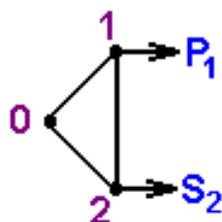

Рисунок 40
**Вариант 18.** Для схемы однородной кольцевой электрической сети  $U_H = 110 \text{ кВ}$  (рис.40) определить, при каких значениях мощности нагрузки  $S_1$  мощность на участке 0-2 составит  $S_{02} = 35 + j20 \text{ МВ} \cdot \text{А}$ ?